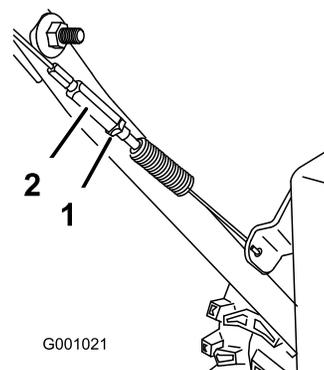

Рисунок 26
3. Затяните контргайку (**Рисунок 26**).